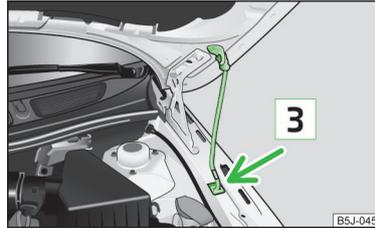

Fig. 127 Asegurar el capó del vano motor
- Retirar la varilla de apoyo desde la fijación y asegurar el capó abierto colocando el extremo de la varilla en el orificio [3] » fig. 127 previsto para ello.